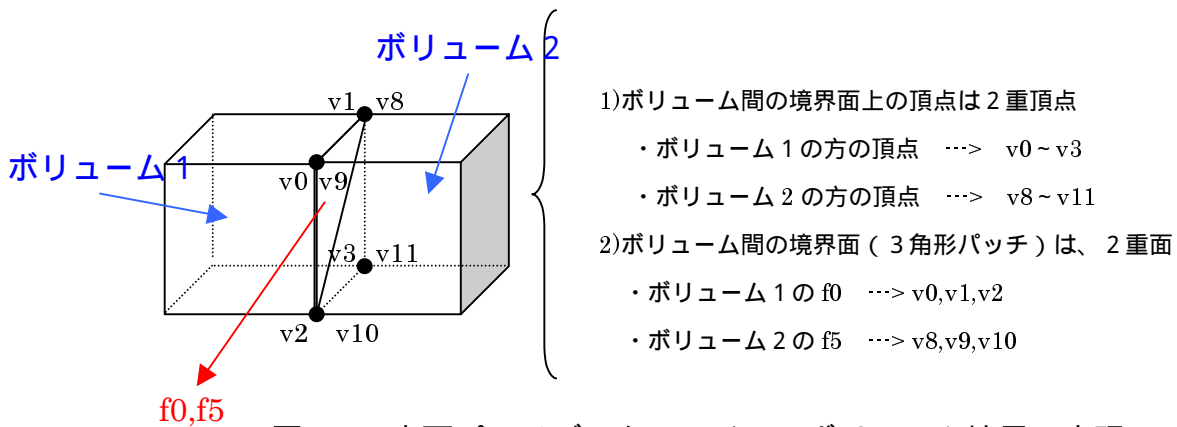

図 6-1 表面パッチデータファイルのボリューム境界の表現
- ・ボリューム境界の表現については、「図 6-1 表面パッチデータファイルのボリューム境界の表現」を参照。